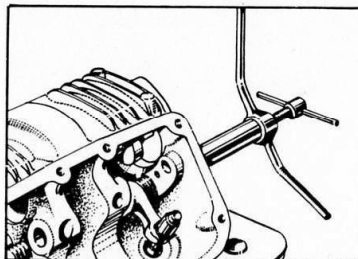

Fig. 6
Medir cuidadosamente el juego existente y, una vez sacado el balancín superior, sacar el inferior utilizando el utillaje especial DUCATI (ref. 887.130120) (fig. 6). Seguidamente empujar el collarín hacia abajo, haciéndolo deslizar a lo largo del vástago de la válvula y sacar los dos semi-anillos.